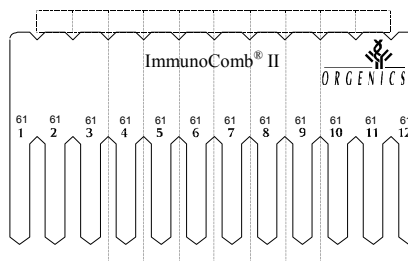

Figura 4. Fraccionamiento del Peine
- b. Doble y rompa verticalmente el Peine, o córtelo con tijeras (ver Figura 4) para separar el número requerido para las pruebas (Nro. de pruebas mas dos controles).